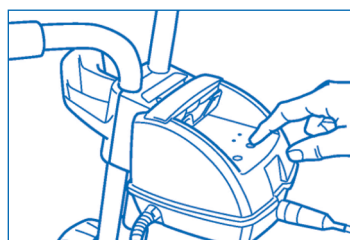

Figura 7
- El limpiafondos se pone en marcha tras pulsar la tecla correspondiente a uno de los 2 programas de limpieza (**Figura 7**). El indicador luminoso situado encima del programa seleccionado se enciende. El limpiafondos arranca después de unos segundos y calculará su propia trayectoria de limpieza.